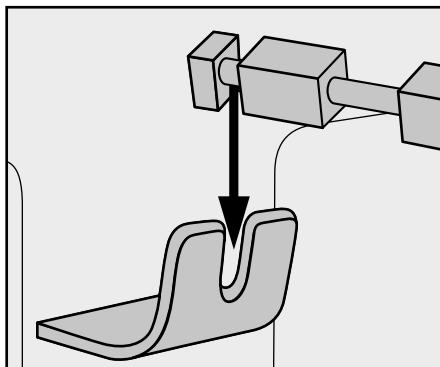

Fig. 2 : Poser le tournebroche **16** dans le logement du tournebroche **9**.
- Posez ensuite l'autre extrémité du tournebroche **16** avec la rainure profonde dans le logement du tournebroche **9** (fig. 2) :